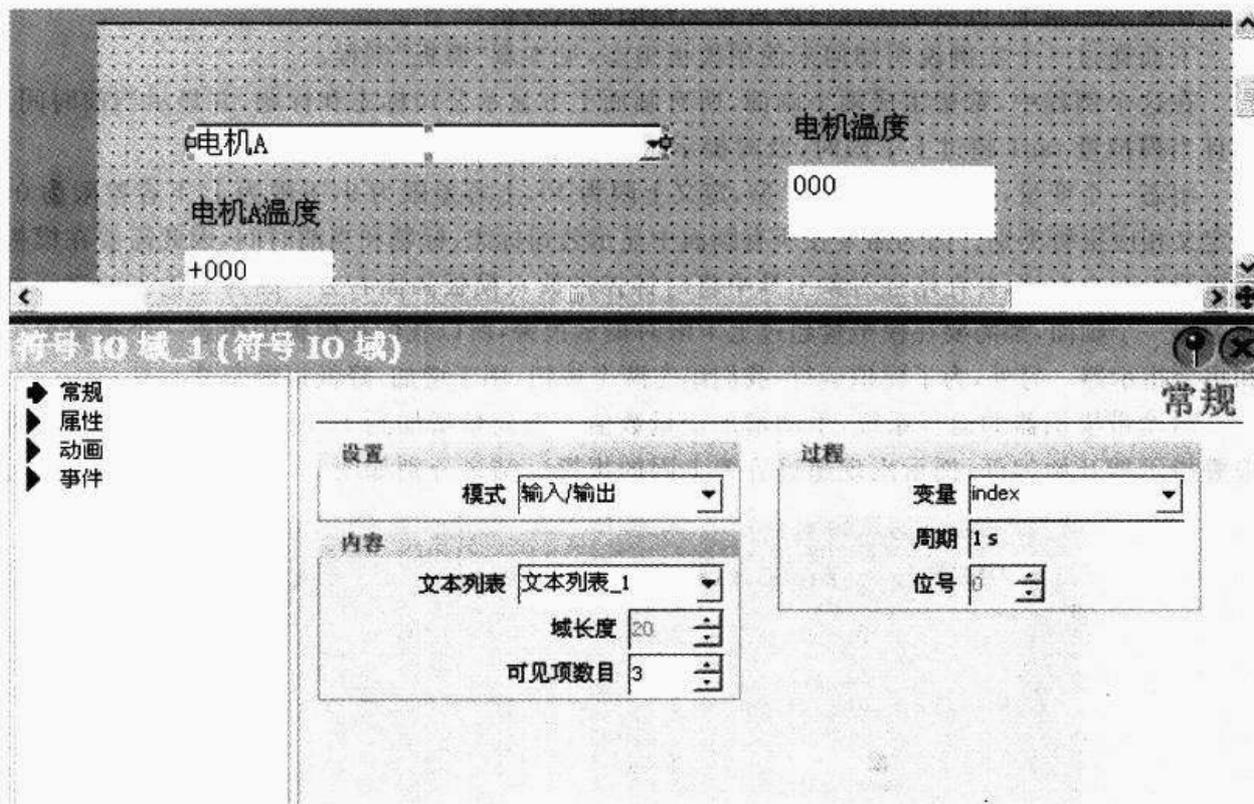

图 5-39 组态符号 I/O 域
⑤ 在画面中,组态一个符号 I/O 域,并将之和上面组态的文本列表相链接,其过程变量设置为“index”变量,如图 5-39 所示。这样,当在符号 I/O 域中选择相应的文本时,index 的值会在 0、1、2 之间变换。所以根据“电机温度”变量指针化的结果,“电机温度”变量也就与相应的某电机温度变量相关联起来。
⑥ 组态一个称为“电机温度”的输出域,用来显示某电机温度。该输出域和“电机温度”变量相连接。
⑦ 为了模拟运行,组态三个输入域,用于输入特定电机温度。